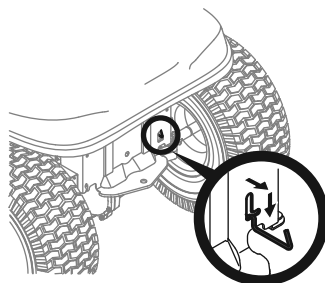

Figura 2
2. Engate a alavanca de desligar a transmissão para poder mover manualmente o trator sem precisar dar a partida. A alavanca de desligar a transmissão fica na traseira do trator, no chassi. Engate a haste de desligar a transmissão puxando para fora e para baixo. Consulte a Figura 2.